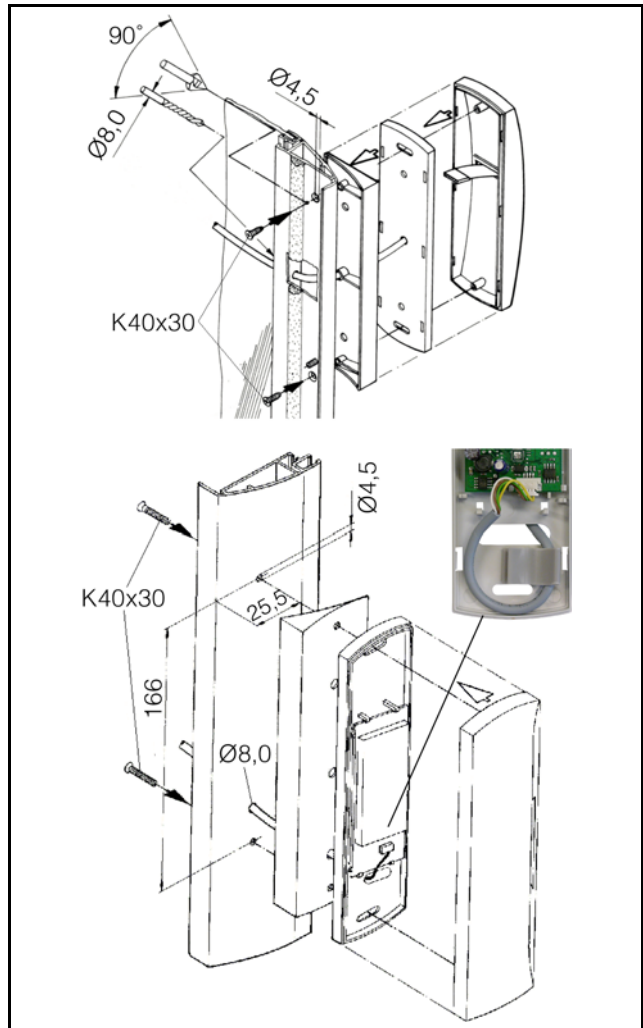

Рис. 2: Монтаж на обзорную дверь TS
- Прodelайте отверстия в желаемом месте обзорной двери TS с соблюдением соответствующих размеров (рис. 2).